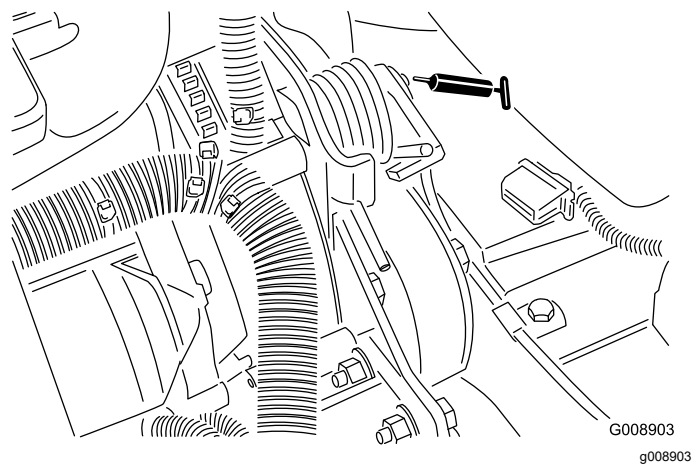

Figure 46
- Pivot de tension de courroie (Figure 46)